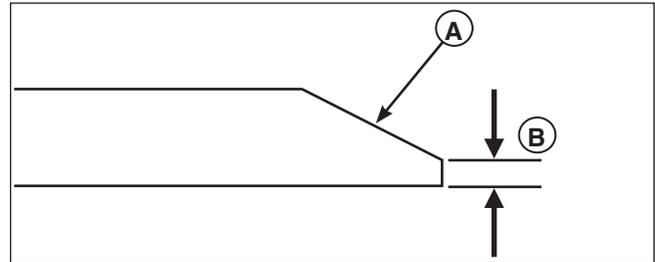

Figura 21. Afilamiento de las cuchillas del cortacésped
3. Mantenga el bisel original (**A**, **Figura 21**) al afilar. NO cambie el bisel de las cuchillas del cortacésped.